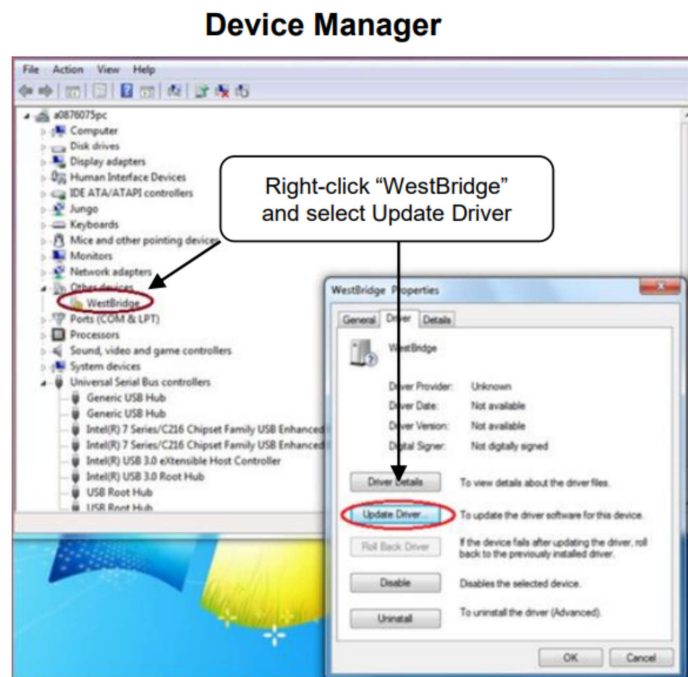
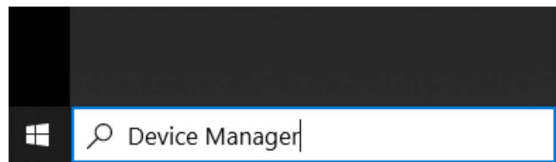

图 6-3. 打开设备管理器
图 6-4. 使用设备管理器更新驱动程序
3. 打开 Windows® 设备管理器（如图 6-3 所示），然后在“设备管理器”窗口中右键单击 *WestBridge* 文件夹，然后选择 *Update Driver* 按钮（请参阅图 6-4）。